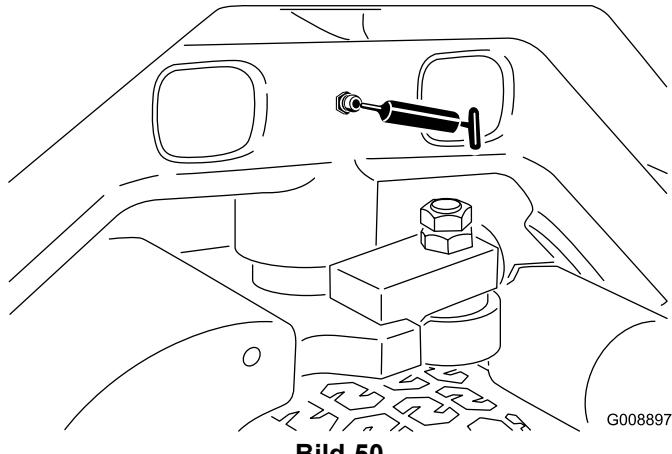

**Bild 49**
- SideWinder-Zylinderenden (2; nur Modell 03170) (Bild 49)